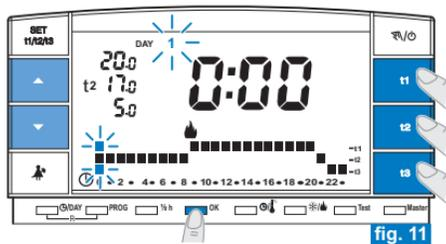

fig. 11
- Procéder à la modification du profil journalier en utilisant les touches **t1**, **t2** ou **t3** (exemple sur la fig. 11).